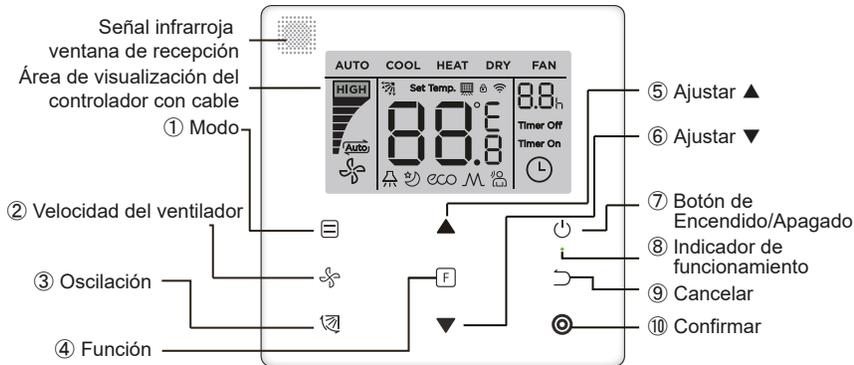

Figura 12
- Para activar y desactivar la función **"Silencioso"**: Presione el botón **F** (Función) para cambiar a la función **"Silencioso"** ("😊" parpadea) y presione el botón **⊙** (Confirmar) para activar la función o el botón **⏏** (Cancelar) para desactivar la función (ver Figura 12).